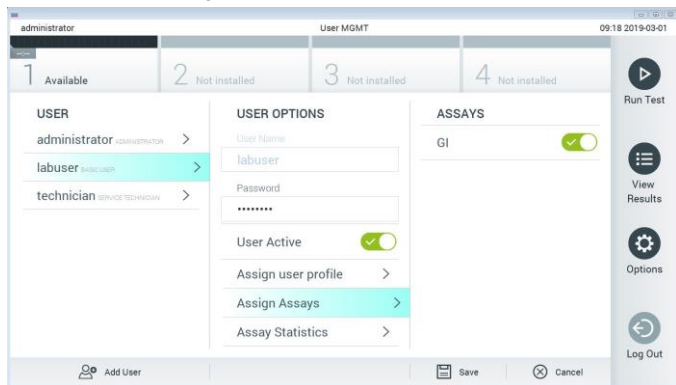

Figura 25. Alocarea testului activ.
8. Alocați utilizatorului testul activ, apăsând butonul **Options** (Opțiuni), apoi butonul **User Management** (Gestionarea utilizatorilor). Selectați utilizatorul căruia trebuie să i se permită rularea testului. După aceea, selectați **Assign Assays** (Alocare teste) din „User Options” („Opțiuni utilizator”). Activați opțiunea Assay (Test) și apăsați butonul **Save** (Salvare) (Figura 25).